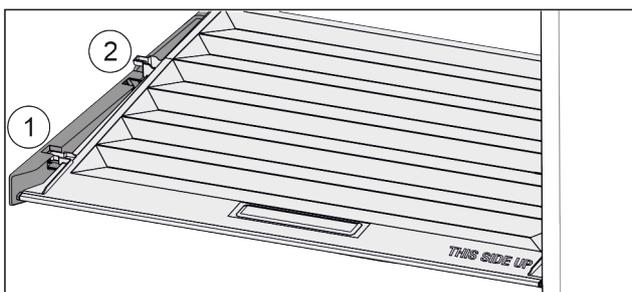

Fig. 135
- ▶ Tirer le couvercle vers l'avant jusque dans l'orifice des pièces de retenue Fig. 135 (1).
- ▶ Le soulever par le bas à l'arrière et le sortir par le haut Fig. 135 (2).